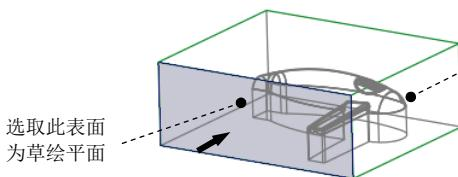

图 8.38 定义草绘平面
(1) 选择命令。单击 编辑模具体积块 功能选项卡 形状 ▾ 区域中的 按钮，此时系统弹出“拉伸”操控板。
(2) 定义草绘截面放置属性。在图形区右击，从系统弹出的菜单中选择 定义内部草绘... 命令；在系统 选择一个平面或曲面以定义草绘平面 的提示下，选取图 8.38 所示的坯料表面为草绘平面，接受默认的箭头方向为草绘视图方向，然后选取图 8.38 所示的坯料侧面为参考平面，方向为 右。然后单击 草绘 按钮。